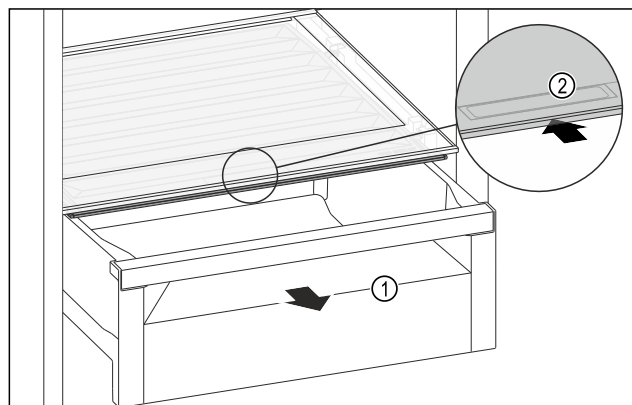

Fig. 138
- Schuifvak Fig. 138 (1) uittrekken.
- Greeplijst Fig. 138 (2) op het vakdeksel vastpakken en het vakdeksel gelijktijdig naar achteren schuiven.